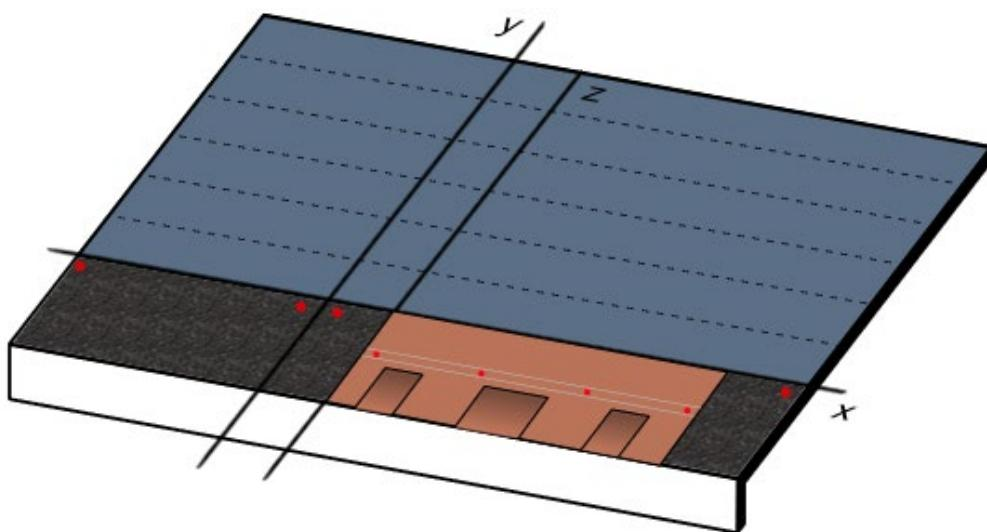
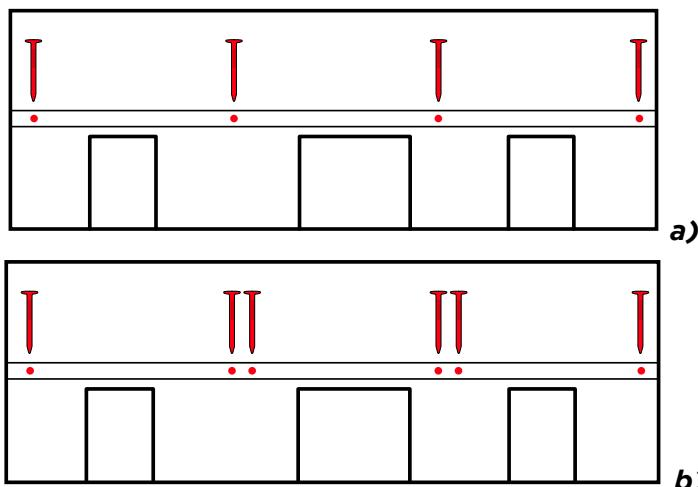

Fig. 7 – Posa delle tegole
Fig. 8 – Chiodatura tegole **a)** pendenze <60°; **b)** pendenze >60°
- Procedere con la posa della fila di partenza: allineare il bordo laterale della Start Line SA con la verticale **y** e il bordo superiore sull'orizzontale **x**. Rimuovere il film retrostante e fissare la Start Line SA con dei chiodi posti alle estremità superiori – Fig. 7. Disporre e chiodare la Start Line SA in adiacenza, fino al completamento di tutte le falde.
- Procedere con la posa della prima fila di tegole: allineare il bordo laterale della prima tegola sulla verticale **z** e il bordo superiore sull'orizzontale **x** – Fig. 7. Chiodare la tegola al sottofondo posizionando 4 chiodi per tegola, tra le due linee bianche, come da Fig. 8 a). Nel caso di pendenze di falda tra 60°- 85°, posizionare 2 chiodi aggiuntivi vicino al secondo e al terzo chiodo, per un totale di 6 chiodi per tegola, come da Fig. 8 b). Procedere con la posa di tutte le tegole della fila.